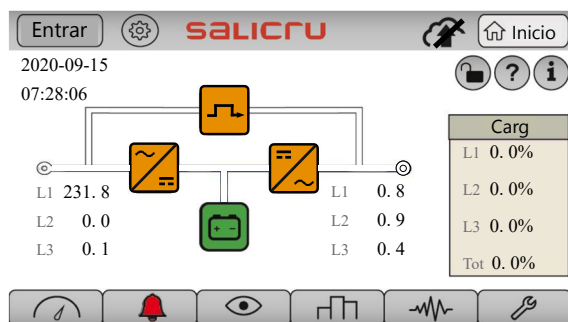

Fig. 65. Pantalla Principal con paro de emergencia EPO activado. Ningún flujo de energía representado, no hay tensión de salida.
- f. Las cargas aún no están alimentadas, pero el SAI ya se encuentra en modo de espera o inicial (en "stand-by"), sin alarmas críticas. Verificar que desaparece la alarma "Paro de Emergencia", y el estado del SAI ES "SAI ON / En espera". El sinóptico del equipo se corresponde todavía con el de la Fig. 65 (equipo parado, ningún flujo de energía activo).